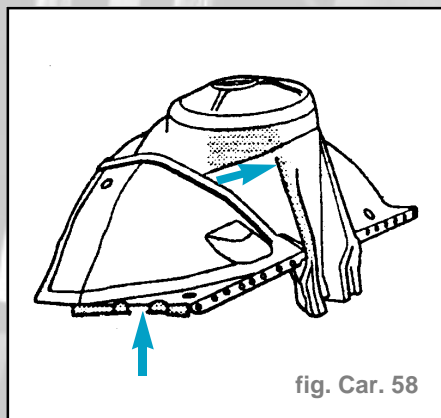

fig. Car. 58
**Remarque :** La figure représente le passage de roue avant sans la doublure d'aile (fig. Car. 58)